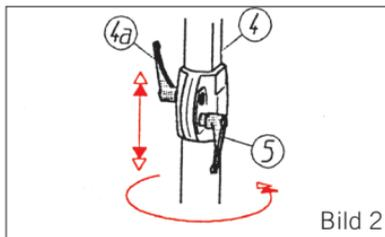

Bild 2
(Bild 2)
Bei gelöstem Dreh-Arretierhebel (5) (Bild 2) der Doppelklemme kann gleichzeitig mit der Neigung auch die Drehausrichtung des Schirmes eingestellt werden. Innenstock (15) und Dreh-Arretierhebel (5) (Bild 2) wieder festziehen.